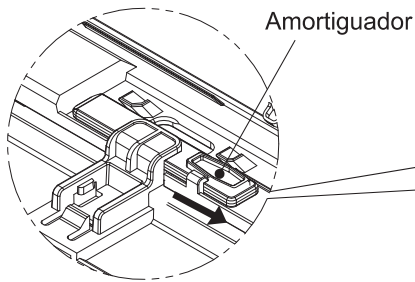
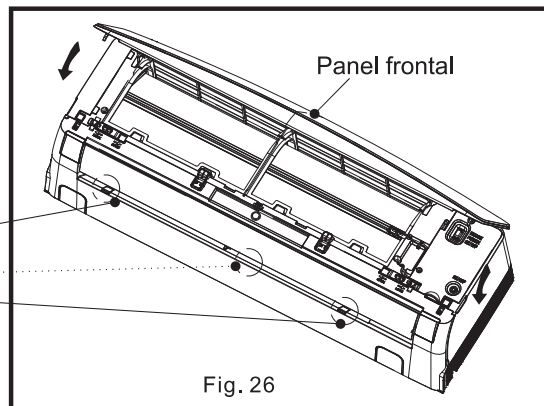

Fig. 22
Fig. 26
- 10) Estire de los amortiguadores como se muestra en la Fig. 22. Cierre la carcasa frontal como se muestra en la Fig. 23. A continuación, presione la posición E para apretar la carcasa frontal como se muestra en la Fig. 24.
- 12) Cierre el panel frontal como se muestra en la Fig. 26.
Cierre el panel frontal y la carcasa frontal, consulte las Fig. 22-Fig. 26 de INSTALACIÓN DE LA UNIDAD INTERIOR.